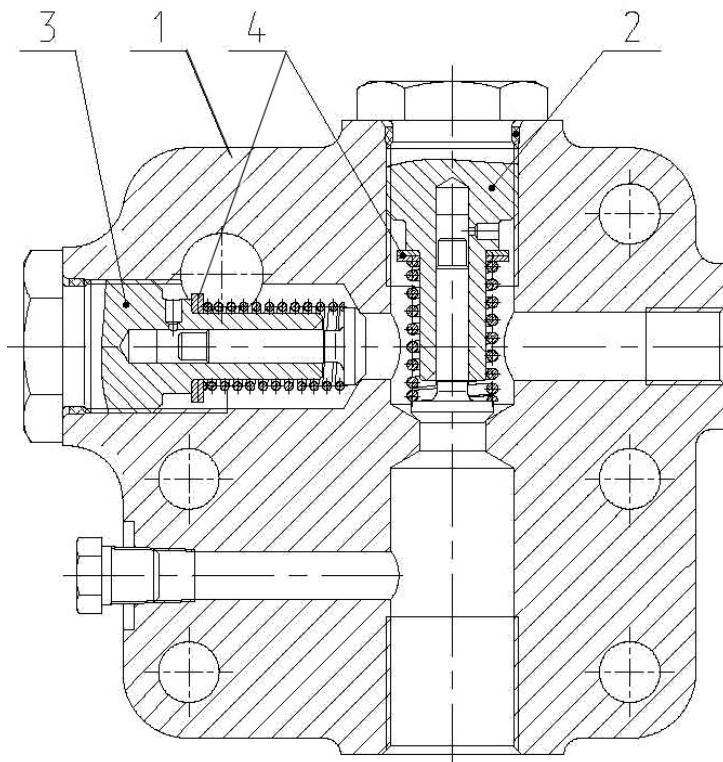
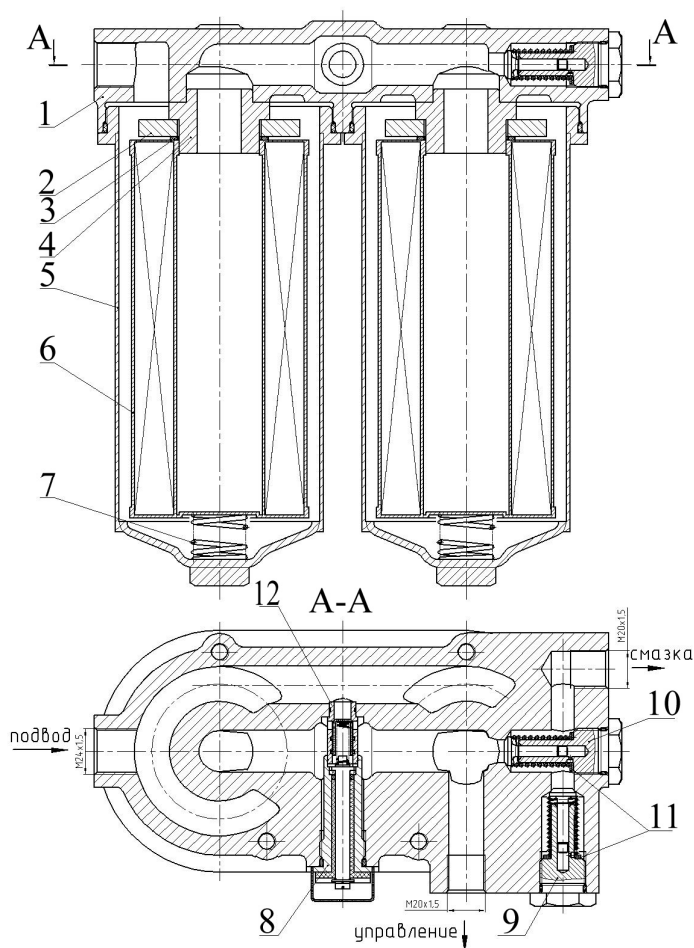

Рис. 5.4-4 Клапанная коробка:
Рис.5.4-8 Фильтр сдвоенный:
Клапанная коробка (рис. 5.4-4) предназначена для поддержания давления в гидросистеме трансмиссии.
В корпусе 1 (рис. 5.4-4) расположены два тарельчатых клапана: клапан управления 2 и клапан смазки 3.
Пружина клапана управления (2) рис.5.4-4 или клапана 10 рис. 5.4-8 потеряла свои свойства	Заменить пружину
Неправильно настроен клапан управления (2) клапанной коробки (рис.5.4-4)	Уменьшить количество шайб